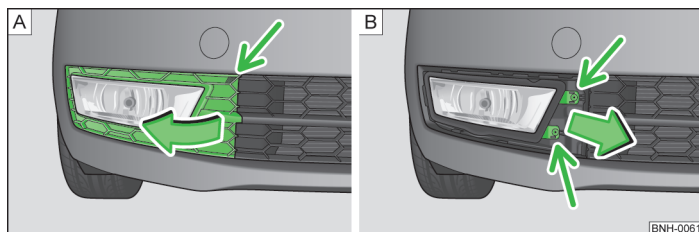

Fig. 130 Paragolpes delantero: Rejilla protectora/desmontaje del faro antiniebla
- Soltar la rejilla protectora por el punto indicado por una flecha » fig. 130 - A por medio del estribo para retirar los tapacubos integrales » página 148, Herramienta de a bordo.
- Extraer la rejilla protectora en el sentido de la flecha » fig. 130.
- Desenroscar el faro » fig. 130 - B utilizando el destornillador incluido en las herramientas de a bordo.
- Para un nuevo montaje colocar el faro antiniebla en el sentido contrario al de las agujas del reloj » fig. 130 - B y apretar con firmeza.